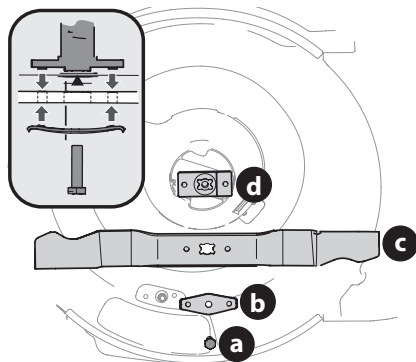

Figure 24
4. Retirez le boulon (a) et le support de la lame (b) qui fixent la lame et l'adaptateur au vilebrequin du moteur (Figure 24).
5. Retirez la lame (c) et l'adaptateur (d) du vilebrequin (Figure 24).
7. Lubrifiez le vilebrequin du moteur et la surface interne de l'adaptateur de la lame avec une huile légère. Voir l'encadré de la Figure 24.
8. Placez le support de la lame (b) sur la lame (c). Alignez les encoches du support avec les petits trous sur la lame (Figure 24).